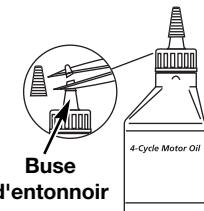

Fig. 1
- Dévisser le bouchon de la bouteille d'huile et retirez le papier couvrant l'ouverture. Replacez le bouchon. Coupez la pointe de la buse de l'entonnoir (Fig. 1).